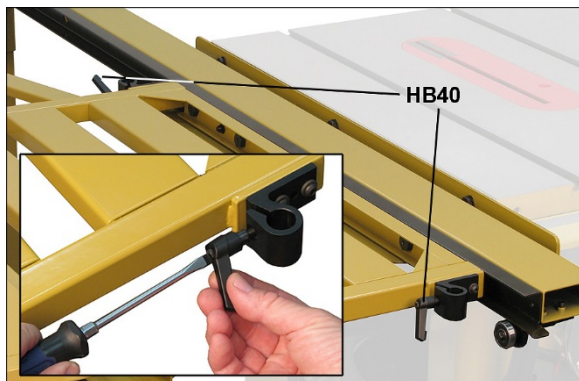

Рисунок 7-23
1. Установите две фиксирующие ручки (НВ40, рисунок 7-23) на крепление
поворотной опоры стола. Чтобы ускорить процесс установки, поверните рукоятку ручкой наружу и закрутите винт с помощью отвертки с плоским шлицем, отпустите ручку (см. вставку, рисунок 7-23).